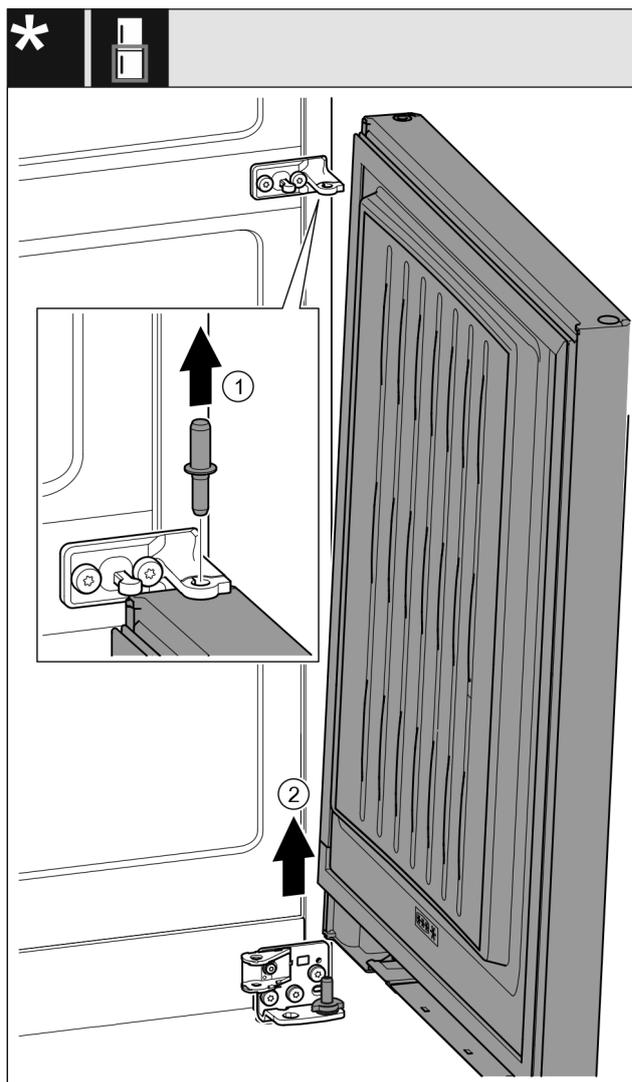

Fig. 21 *
- ▶ Extraiga el perno hacia arriba. Fig. 21 (1)*
- ▶ Gire la puerta hacia fuera, tire hacia arriba y apártela. Fig. 21 (2)*